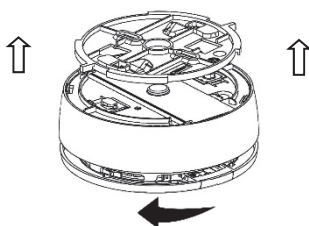

Figura 9
9. Per montare il rivelatore sulla staffa di installazione, allineare il riferimento sulla base con il riferimento della staffa, inserire i ganci della base negli appositi fori della staffa e poi ruotare il rivelatore in senso orario (vedi Figura 9).